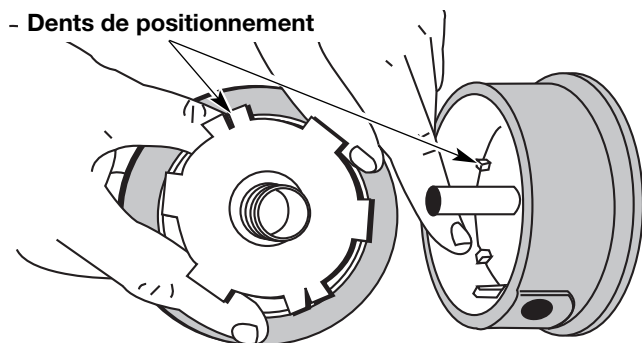

Fig. 13
4. Nettoyez le moulinet intérieur, le ressort, et l'arbre et la surface interne de la bobine extérieure à l'aide d'un tissu propre (Fig. 13).